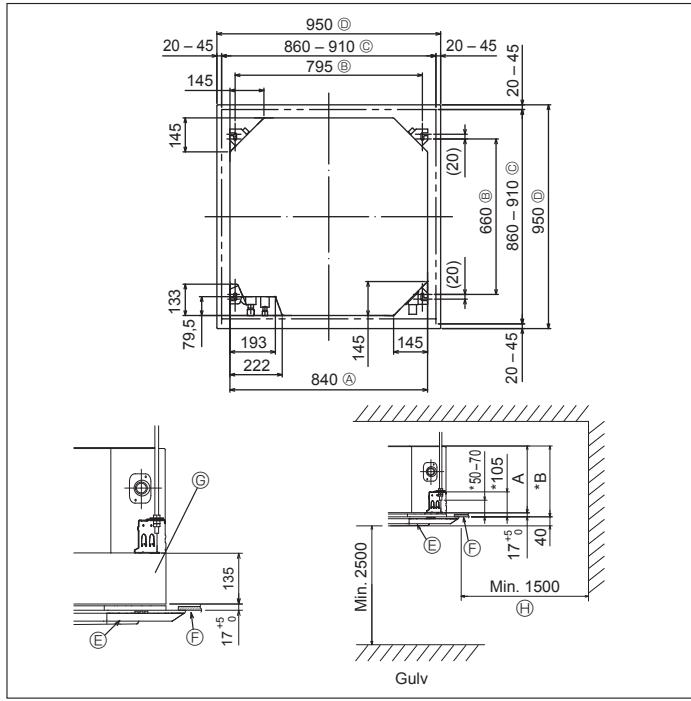

Fig. 3-2
3.2. Åbninger mod loft og placering for installation af suspensionsbolt (Fig. 3-2)
* Dimensionerne på åbningerne i loftet kan reguleres inden for det i Fig. 3-2 viste område. Hovedenheden centeres i forhold til åbningen i loftet, således at mellemrummet mellem enhedens sider og loftkanterne er ens på alle sider.